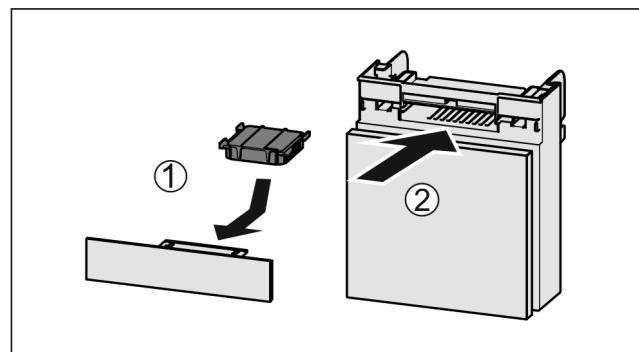

Fig. 136
- Introduzca el compartimento Fig. 136 (2).